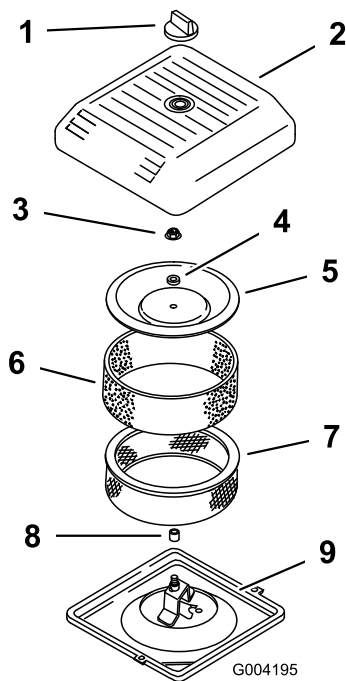

Figura 158
1. Fate scorrere attentamente il prefiltro in schiuma sintetica sul filtro di carta (Figura 158).